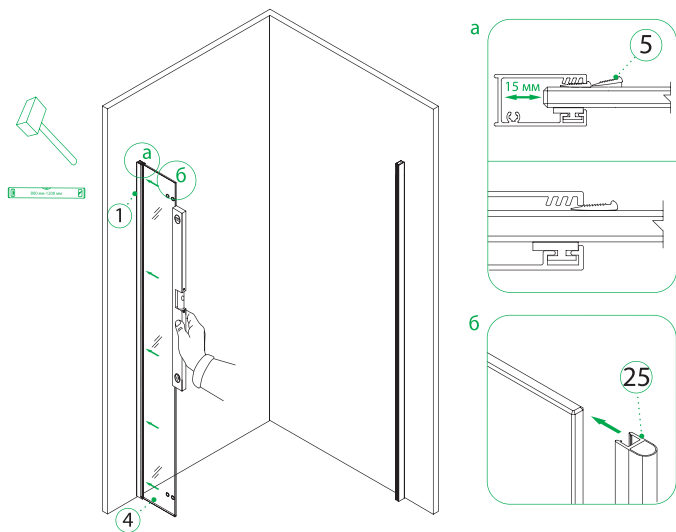

Рис. 8/8-сур.
- Установите закаленное стекло (№4) в пристенный профиль (№1) с помощью уровня (согласно необходимой ориентации расположения двери). Слегка закрепите стекло уплотнителем EVA (№5), чтобы впоследствии можно было отрегулировать длину ограждения (рис. 8-а). После чего установите полукруглый уплотнитель PVC (№25, рис. 8-б).